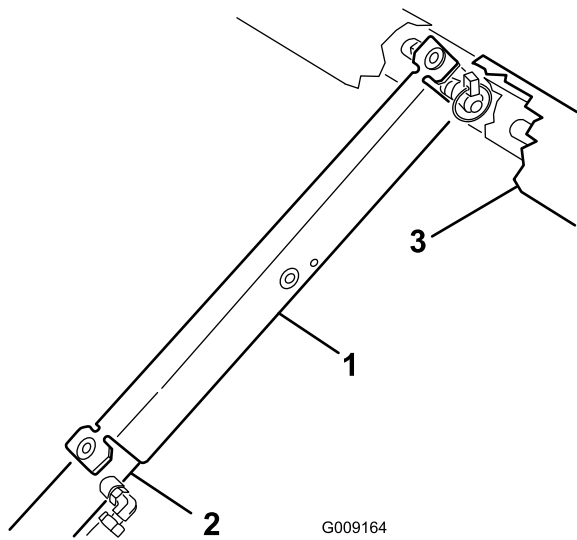

Figura 38
3. Introduza o apoio da plataforma na haste do cilindro, assegurando que as linguetas encostam à extremidade do cilindro e à extremidade da haste do cilindro (Figura 38).